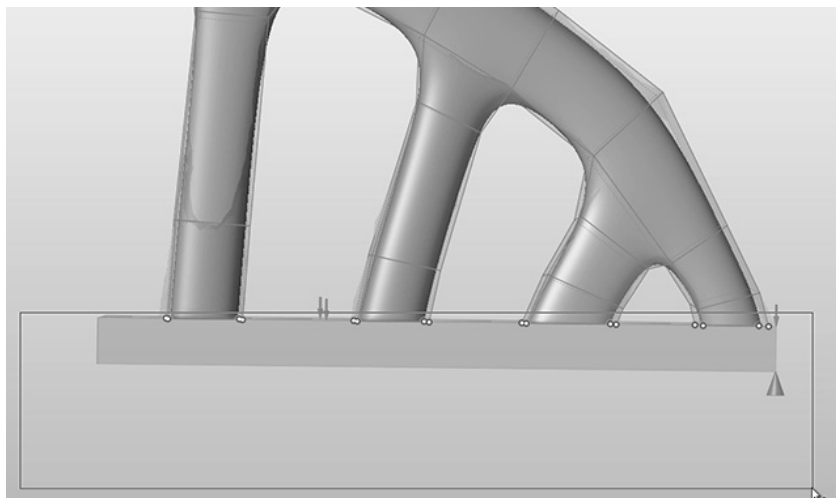

图 15-14
6) 选择小对话框中的移动工具。双击该工具的中点进入编辑模式, 并使用小对话框上的图标使移动工具对齐至全局坐标系, 如图 15-14 所示。